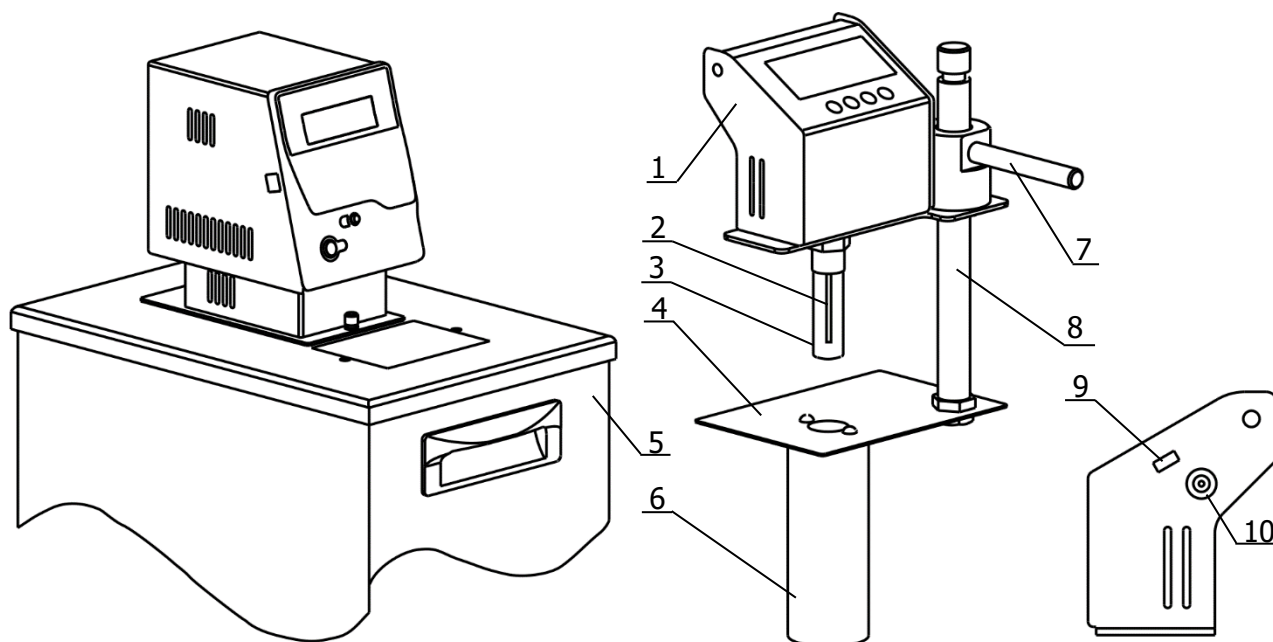
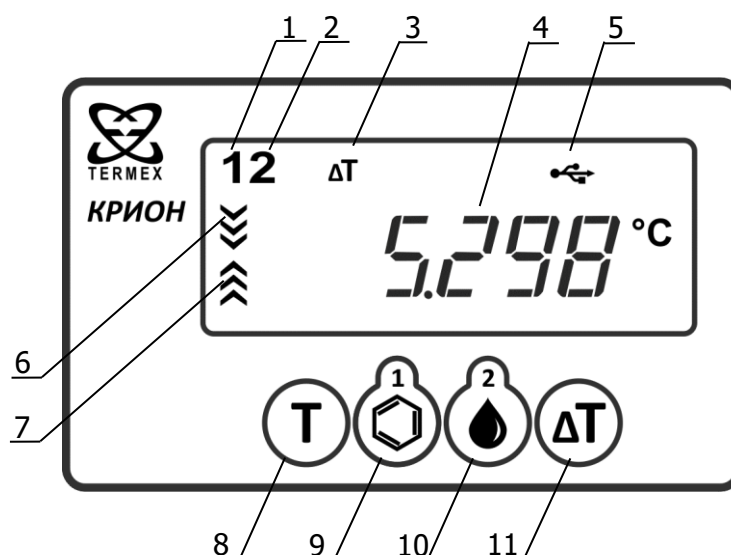

Рисунок 1 — Внешний вид установки
Рисунок 3 — Лицевая панель электронного блока
1.5.1 Установка состоит из электронного блока 1 (рисунок 1), перемещающегося с помощью рукоятки 7 вдоль штанги 8, установленной на основании 4. В нижней части электронного блока расположен датчик температуры 2. Виала 3 с раствором испытуемого вещества фиксируется резьбовым соединением так, чтобы датчик оказался внутри ее. Основание 4 устанавливается в отверстие ванны криостата 5. В нижнем положении электронного блока 1 виала 3 входит внутрь охлаждаемого стакана 6, установленного в нижней части основания 4. На правой стенке электронного блока расположены разъем miniUSB 9 и разъем питания 10 (12В, 0.25А, C^{\pm}).
2.2.5 Подключить сетевой адаптер из комплекта поставки к разъему 10 (рисунок 1) на боковой стенке электронного блока и включить его в сеть 220 В. При этом загорится дисплей электронного блока и в позиции 4 (рисунок 3) отобразится текущая температура.
2.4.1 На лицевой панели электронного блока (рисунок 3) расположены дисплей и четыре кнопки, с помощью которых осуществляется управление установкой. Назначение элементов управления указаны в таблице 2.
- 1 - Подготовка. Установка ожидает охлаждения образца до 15 °С. Индикаторы 6, 7 (рисунок 3) погашены.
2.7.2 Для изменения значения температуры переохлаждения (см. рисунок 3):
! *Перед выполнением измерения должен быть выполнен п. 2.2, криостат должен выйти на установленную температуру. Охлаждаемый стакан б (рисунок 1), установленный в ванне криостата должен быть чистым и сухим.*
2.8.3 Запустить процесс измерения температуры кристаллизации растворителя длительным нажатием (более 1 с) кнопки 9 (см. рисунок 3). Индикатор 1 начнет мигать, а на дисплее отобразится текущая температура растворителя.
2.8.4 По окончании измерения раздастся звуковой сигнал, значение температуры кристаллизации растворителя сохранится в энергонезависимой памяти установки и отобразится на дисплее. В дальнейшем (до начала следующего измерения температуры кристаллизации) это значение можно посмотреть, коротко нажав кнопку 9 (рисунок 3).
2.9.3 Запустить процесс измерения температуры кристаллизации раствора испытуемого вещества длительным (более 1 с) нажатием кнопки 10 (см. рисунок 3). Индикатор 2 начнет мигать, а на дисплее отобразится текущая температура раствора.
2.9.4 По окончании измерения раздастся звуковой сигнал, значение температуры кристаллизации раствора испытуемого вещества сохранится в энергонезависимой памяти установки и отобразится на дисплее. В дальнейшем (до начала следующего измерения температуры кристаллизации) это значение можно посмотреть, коротко нажав кнопку 10 (рисунок 3).
- 2 - включить принудительное перемешивание, одновременно нажав и удерживая (более 3 с) кнопки 8 и 11 (рисунок 3);
2.10.1 Нажать кнопку 11 (рисунок 3). На дисплее отобразится значение депрессии температуры.